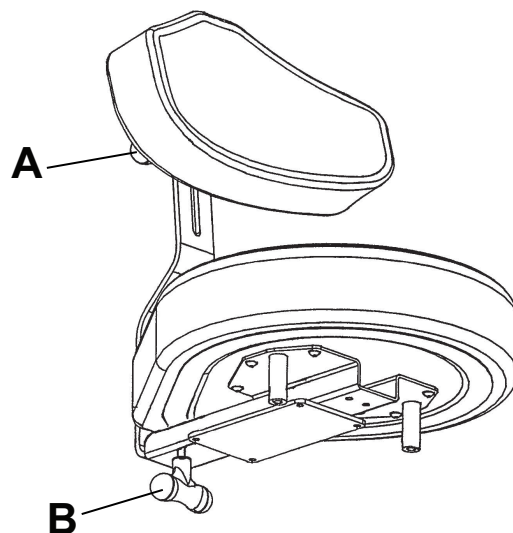

Figura 2 – Ajustar el respaldo
1. Gire la perilla (A) en sentido antihorario (Figura 2).
3. Gire la perilla (A) en sentido horario hasta que el respaldo esté bien sujeto.
1. Gire la perilla (B) en sentido antihorario (Figura 2).
3. Gire la perilla (B) en sentido horario hasta que el respaldo esté bien sujeto.